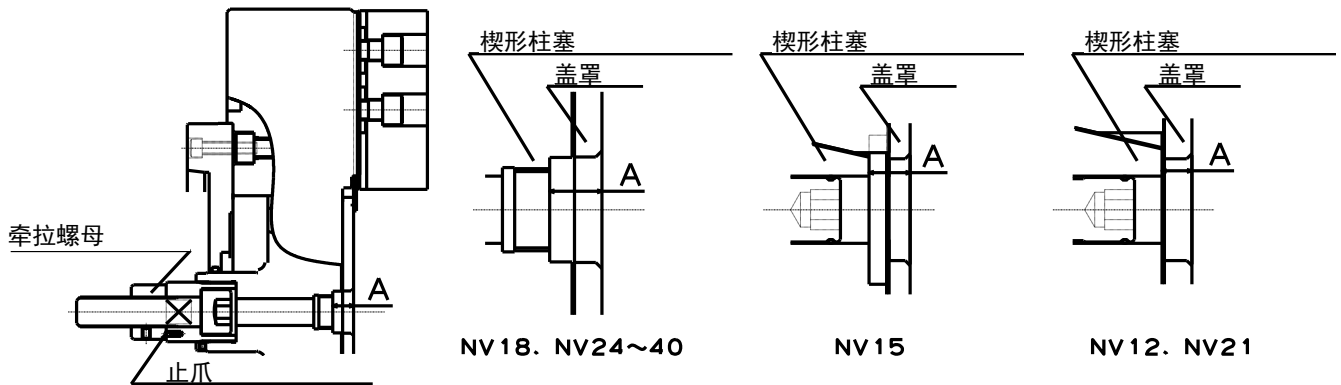

图 22
- 在液压缸前进端上的楔形柱塞的适当位置如图 22 的尺寸 A 表 10 的位置。(NV18、NV24~40 为从盖罩表面到楔形柱塞的六角孔螺塞安装面的距离, NV15 为从盖罩表面到楔形柱塞非接触端面的距离, NV12、NV21 为从盖罩表面到楔形柱塞端面的距离)